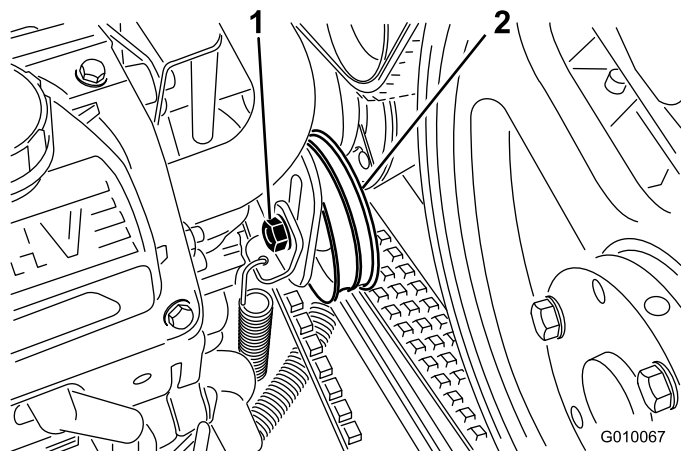

Bild 58
4. Lösen Sie die Spannschraube des Pumpenriemens so weit, dass sie im Einstellschlitz bewegt werden kann (Bild 58).